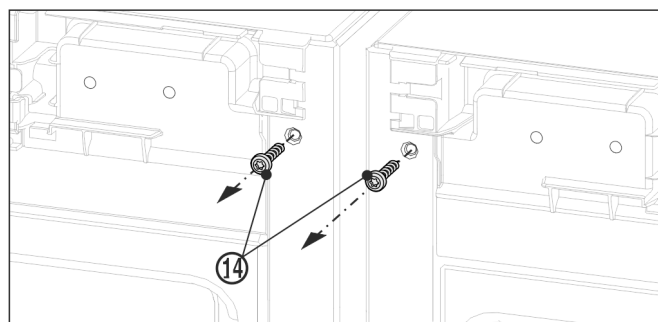

Fig. 12
- ▶ 安装上方角前，先旋出两个地脚螺栓 Fig. 12 [14]。